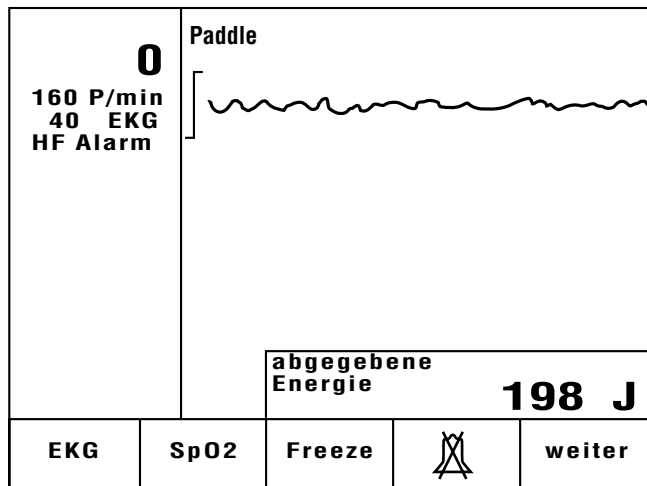
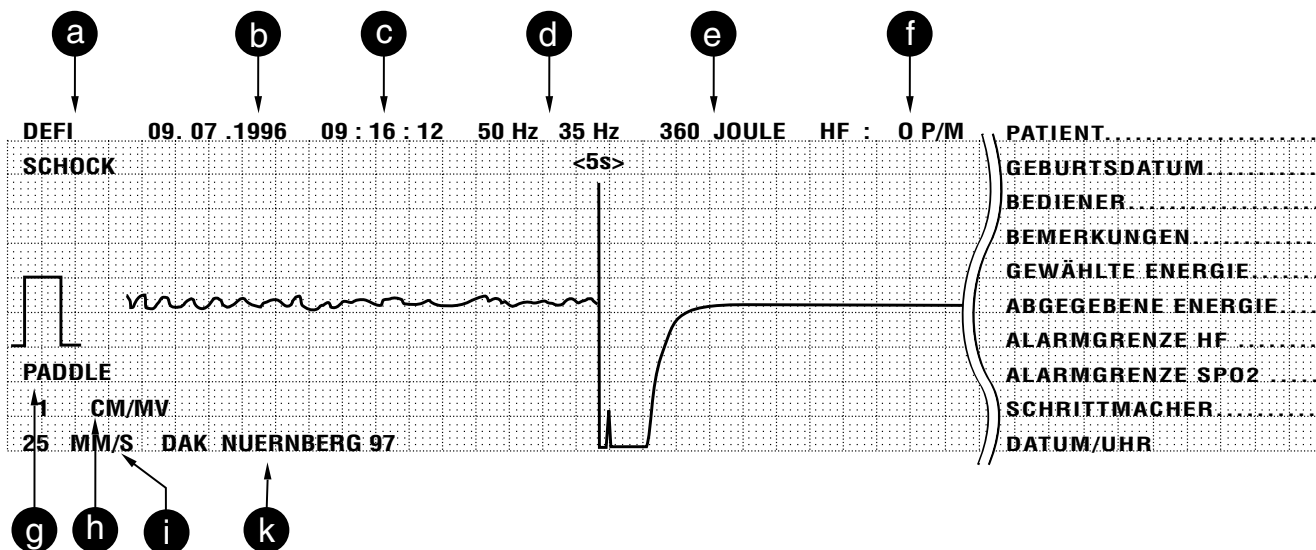

Bild 4-6. Anzeige der abgegebenen Energie
Bild 4-7. Registrierbeispiel einer durch den Defibrillationsimpuls ausgelösten Registrierung
- Nach dem Auslösen verstummt der Piepton und die tatsächlich abgegebene Energie wird für 10 s angezeigt (anstelle der gespeicherten Energie, Bild 4-6). Gleichzeitig registriert der Alarmschreiber ein 16-s-EKG mit 4 s Vorgeschichte (konfigurierbar, Bild 4-7). Außerdem wird das EKG gespeichert (4 s Vorgeschichte, 5 s ausgeblendet, 10 s nach Impulsabgabe). Die ausgeblendete Zeit wird auf der Registrierung mit einem Strich gekennzeichnet (Bild 4-7). Siehe Abschnitt 7. „Die Speicher des CardioServ“.